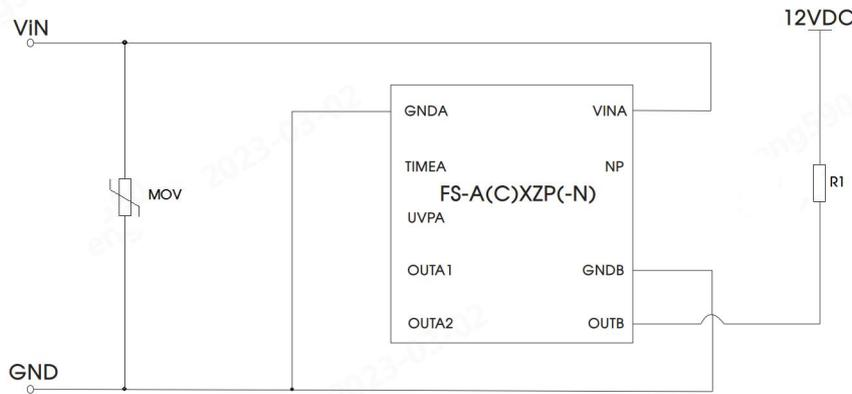

图 1
4)上述条件是在图 1 的条件下测得的结果;
表 1：图 1 推荐器件参数表
如图 1 的连接方法，TIMEA 引脚通过外接电容 C1 到 GNDA 设置模块从启动到 OUTA2 输出 3.5V 电压的延时时间 T。